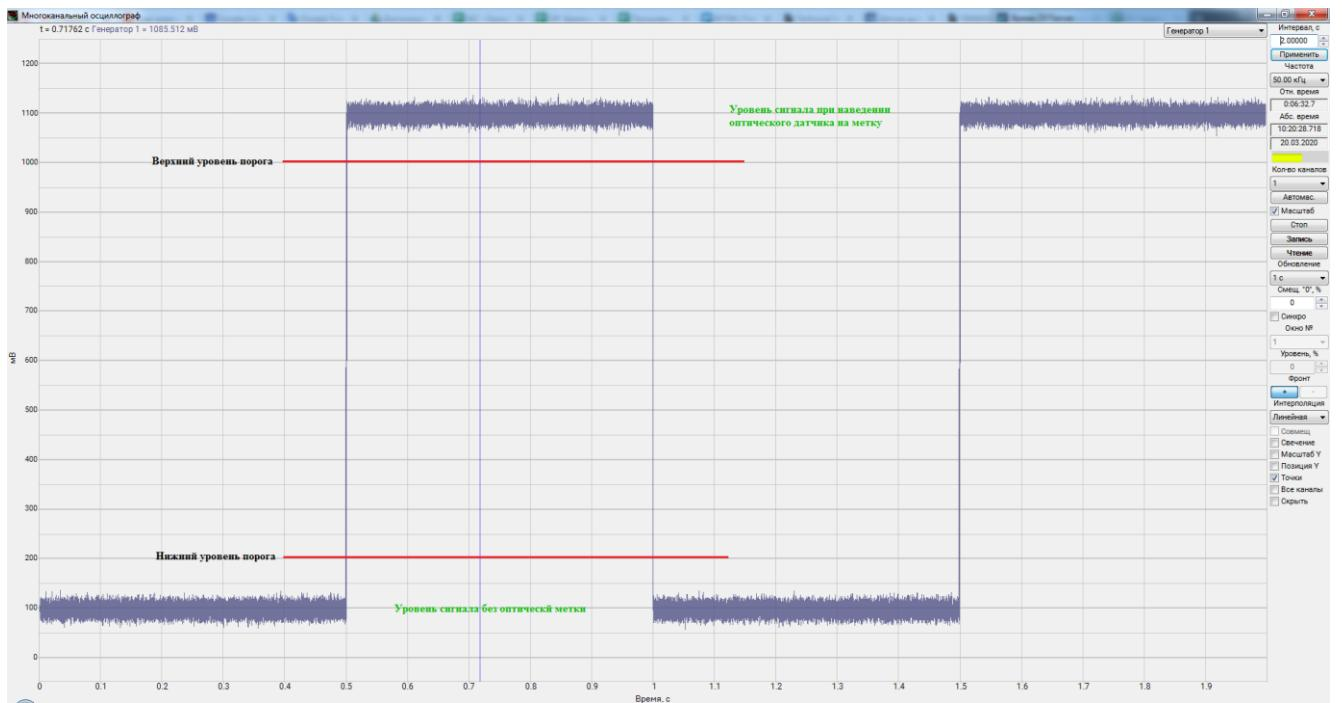

Рис. 4.5 Пример сигнала оптического датчика с меткой и без метки
2. Установить пороги срабатывания оптической метки, установленной на проверяемом изделии. Для этого следует запустить программу «Многоканальный осциллограф» из меню «Отображение панели ZETLAB» и выбрать для отображения на осциллограмме измерительный канал цифрового датчика ZET 7x80. После чего навести оптический датчик на метку, в этот же момент в программе «Многоканальный осциллограф» зафиксировать значение уровня сигнала, поступающего от цифрового датчика ZET 7x80. От измеренного уровня сигнала следует отнять 10% от полной амплитуды сигнала и полученное значение записать в поле «Верхний уровень порога» во вкладке «Энкодер». Далее следует убрать оптическую метку, в этот же момент в программе «Многоканальный осциллограф» зафиксировать значение уровня сигнала, поступающего от цифрового датчика ZET 7x80. К измеренному уровню сигнала следует прибавить 10% от полной амплитуды сигнала и полученное значение записать в поле «Нижний уровень порога» во вкладке «Энкодер» (Рис. 4.5).